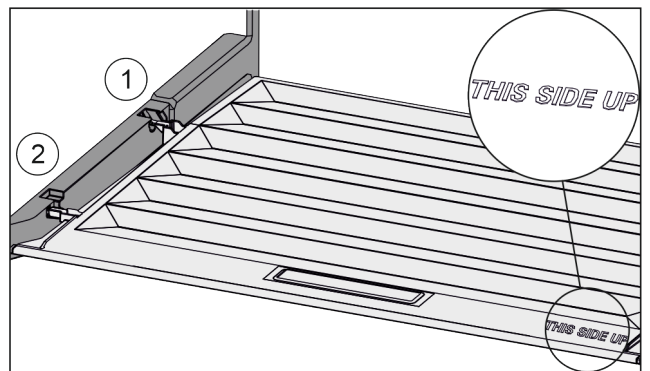

Fig. 138
- ▶ Juhtige kaane vahetoed tagumise hoidiku Fig. 138 (1) ava kaudu sisse ja fikseerige ees hoidikusse Fig. 138 (2).